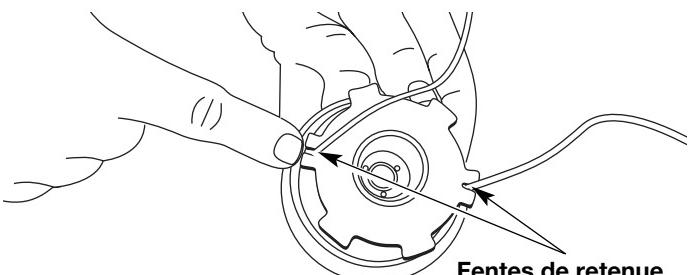

Fig. 30
- Insérez les extrémités du fil dans les deux fentes de retenue (Fig. 30).